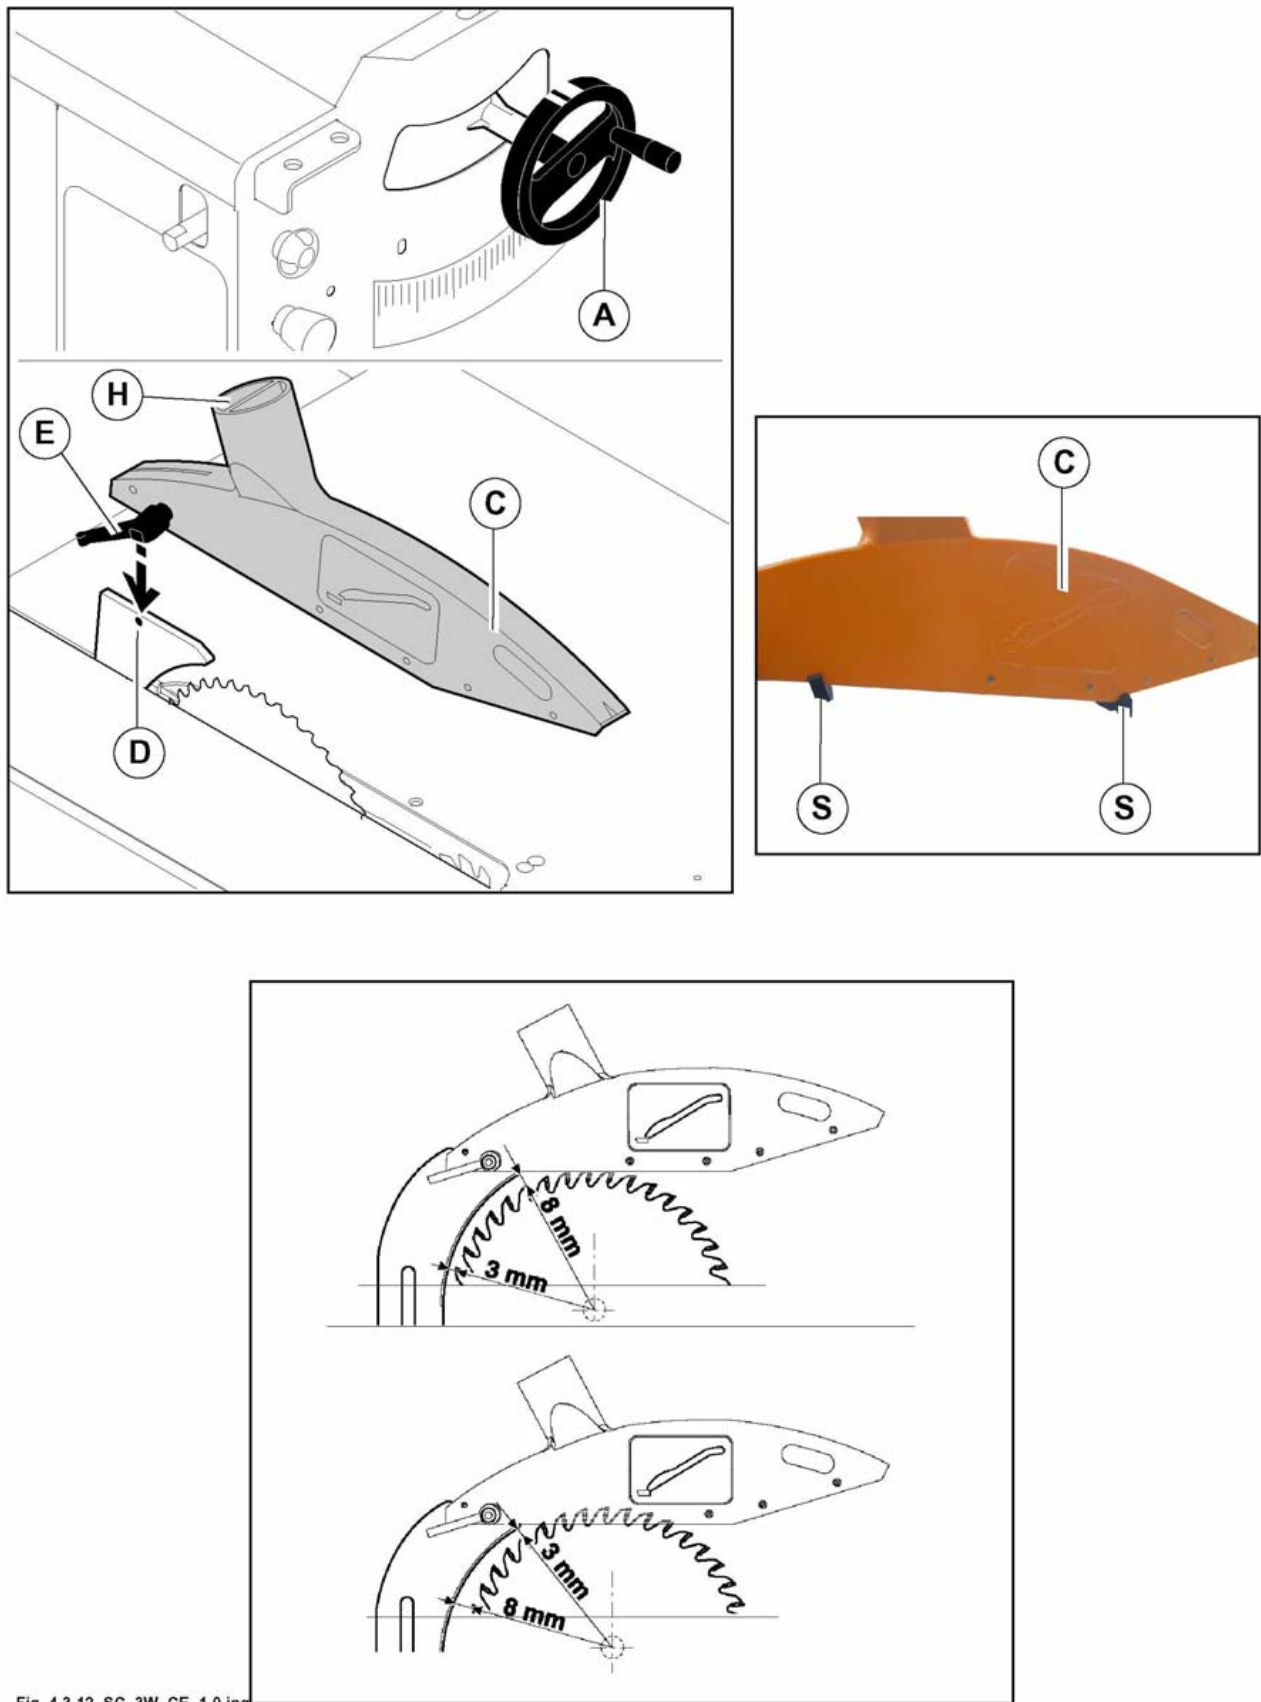

Abb. 4.3-12
- Das Sägeaggregat heben, indem man das Handrad (A, Abb. 4.3-12) dreht.
- Die Distanzblöcke (S, Abb. 4.3-12) innen am Schutz (C, Abb. 4.3-12) entfernen.
- Den Schutz (C, Abb. 4.3-12) in die Öffnung (D, Abb. 4.3-12) einsetzen und den Griff (E, Abb. 4.3-12) festziehen.
die Stellung des Trennmessers so einstellen (siehe Par. 6.1), dass sein Abstand vom Sägeblatt zwischen 3 und 8 mm beträgt (siehe Beispiel Abb. 4.3-12).
Den Absaugstutzen (H, Abb. 4.3-12) mit Schläuchen mit geeignetem Durchmesser an die Absauganlage anschließen.